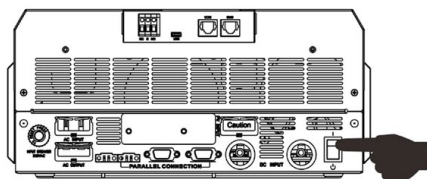

Figura II.17 - SOLTARO
3. Accendere l'inverter (Figura II.17).